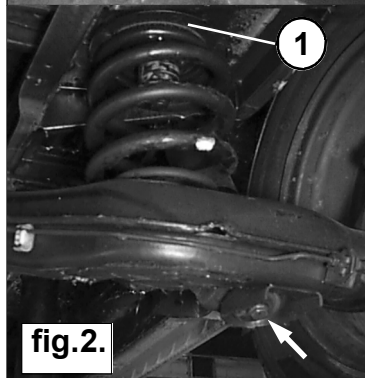

fig.2.
2. Demonteer de onderste schokdemperbout. (Zie fig. 2.)
2. Loosen the lower shockabsorber bolt. See fig. 2.